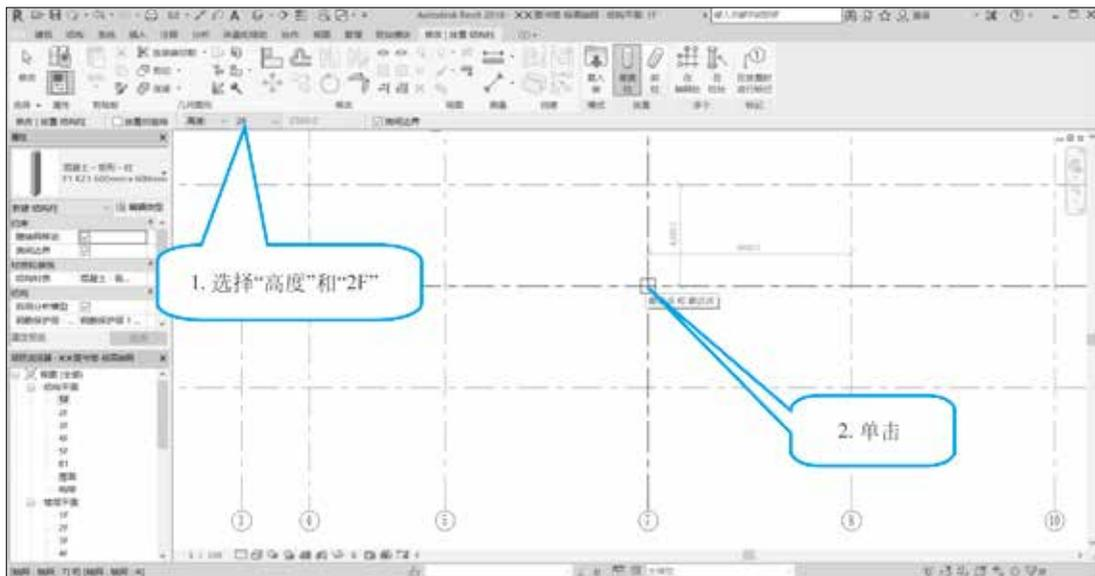

图 3.1.5 放置柱
(5) 选择“垂直柱”，在“修改|放置结构柱”选项栏中选择“高度”“2F”，以确定结构柱从 1F 到 2F 的高度，在 A-7 轴的位置单击，完成一根结构柱的放置，如图 3.1.5 所示。